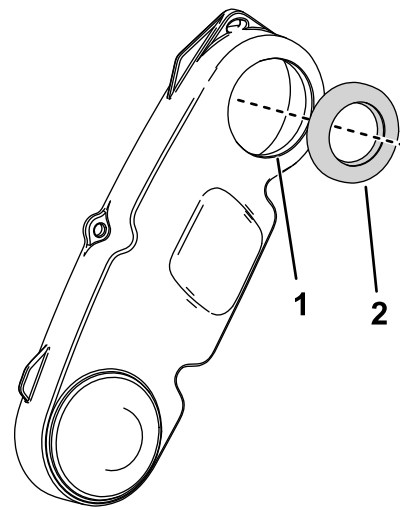

Bild 9
6. Schmieren Sie die Lippe der Spindeltriebsabdeckung und drücken Sie die Dichtung bündig in die Abdeckung (Bild 9).